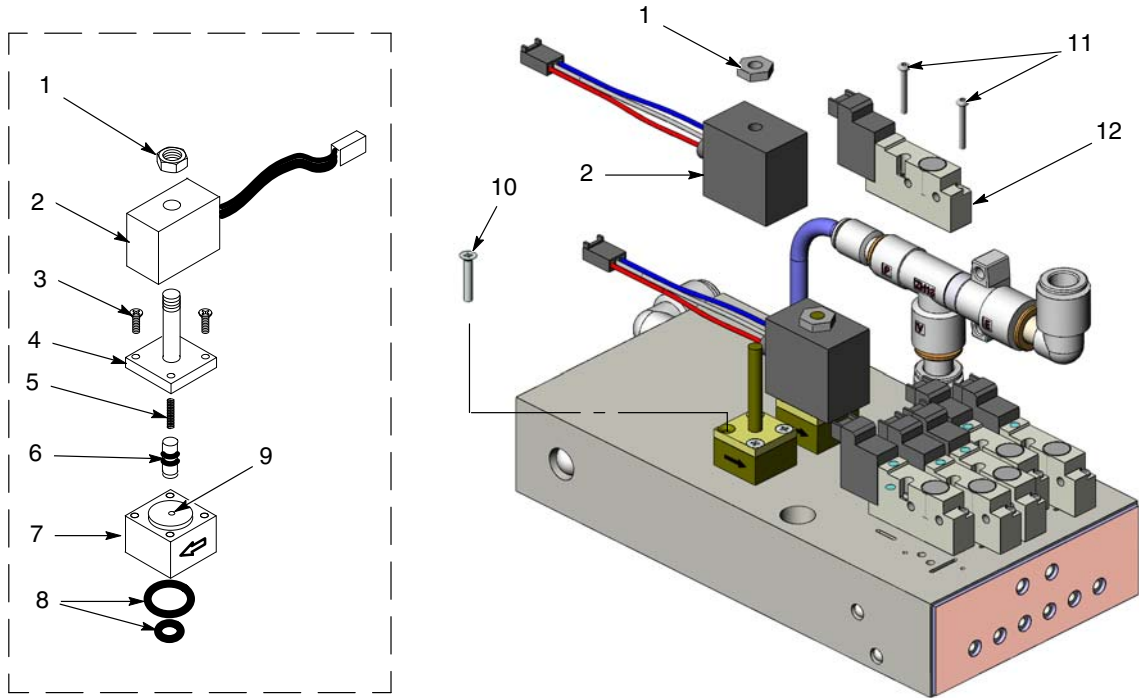

Figura 28 Reparação do colector
1. Consulte a figura 28. Retire a porca (1) e a bobina (2) da válvula de controlo de caudal.
2. Retire os dois parafusos longos (10) para poder retirar a válvula de controlo de caudal do colector.
Consulte a figura 28. Remova a válvula, retirando a porca (1), a bobina (2) e os parafusos longos (10).
Consulte a figura 28. Para retirar as válvulas de solenóide, retire os dois parafusos (11) do corpo da válvula e retire a válvula de solenóide (12) para fora do colector.